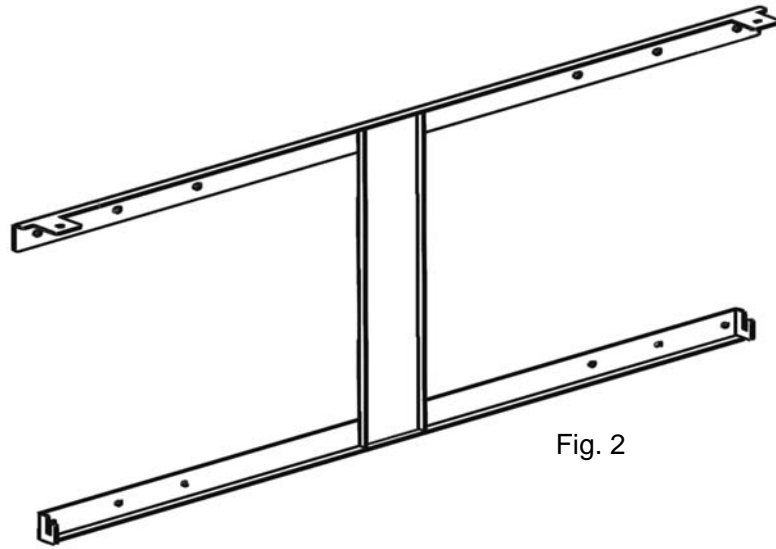

Fig. 2
- Elegir una pared solida y colocar el soporte en el lugar donde va a instalar la estufa. Marcar los cuatro puntos con un bolígrafo en el agujero del soporte (Fig 2.) Asegure que el soporte está en una línea horizontal usando un nivel.